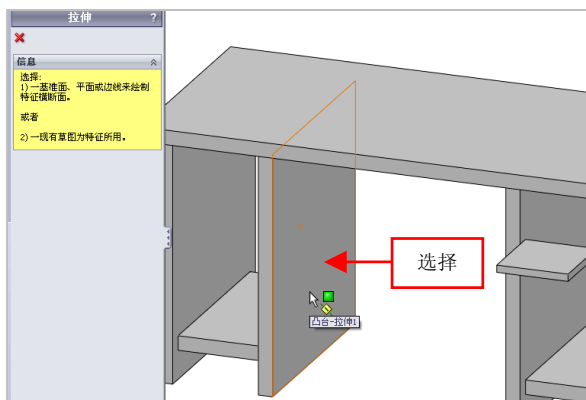

图 15-27 选择草图绘制面
(7) 单击【拉伸凸台/基体】按钮，弹出【信息】属性管理器，选取合适的面为草图绘制面，如图 15-27 所示。